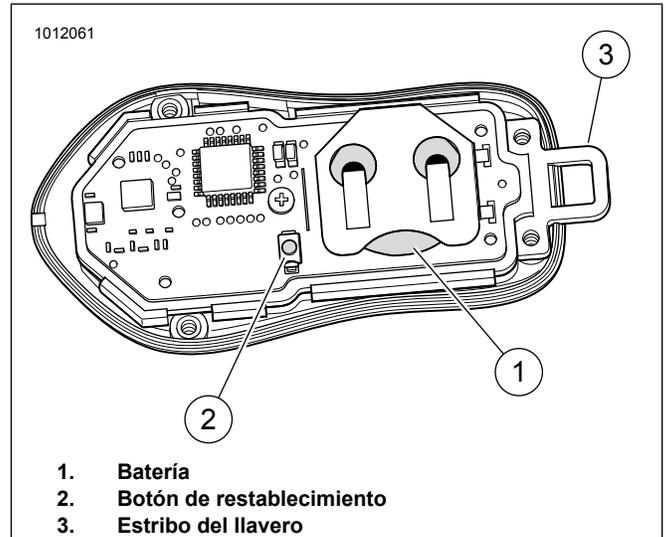

Figura 5. Restablecimiento del llavero con mando a distancia y batería
Vea la Figura 5. El estribo del llavero con mando a distancia (3) puede caerse cuando se quita la cubierta. Tenga cuidado de no perderlo.
Vea la Figura 5. Quite los cuatro tornillos que fijan la cubierta trasera del llavero con mando a distancia. Retire la cubierta.
2. Vea la Figura 5. Mantenga presionado el botón (2) hasta que las luces Spectra Glo del vehículo pasen por las siete zonas de color. Mantenga presionado durante un tiempo adicional de 5 segundos hasta que las luces Spectra Glo circulen pasen por las siete zonas de color por segunda vez.
Vea la Figura 5. Quite los cuatro tornillos que se encuentran en la cubierta trasera del llavero con mando a distancia. Retire la cubierta.